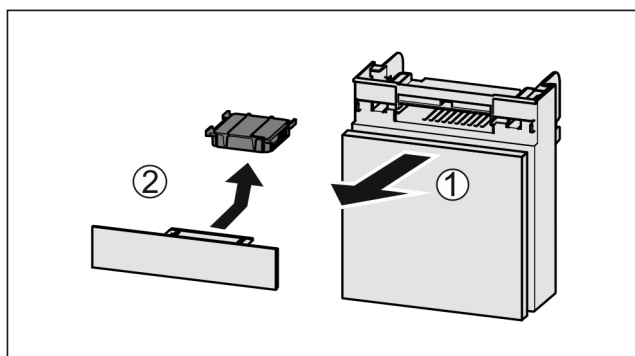

Fig. 36
- ▶ Вытянуть Fig. 36 (1) отделение движением вперед.
- ▶ Извлечение Fig. 36 (2) фильтра с активированным углем.